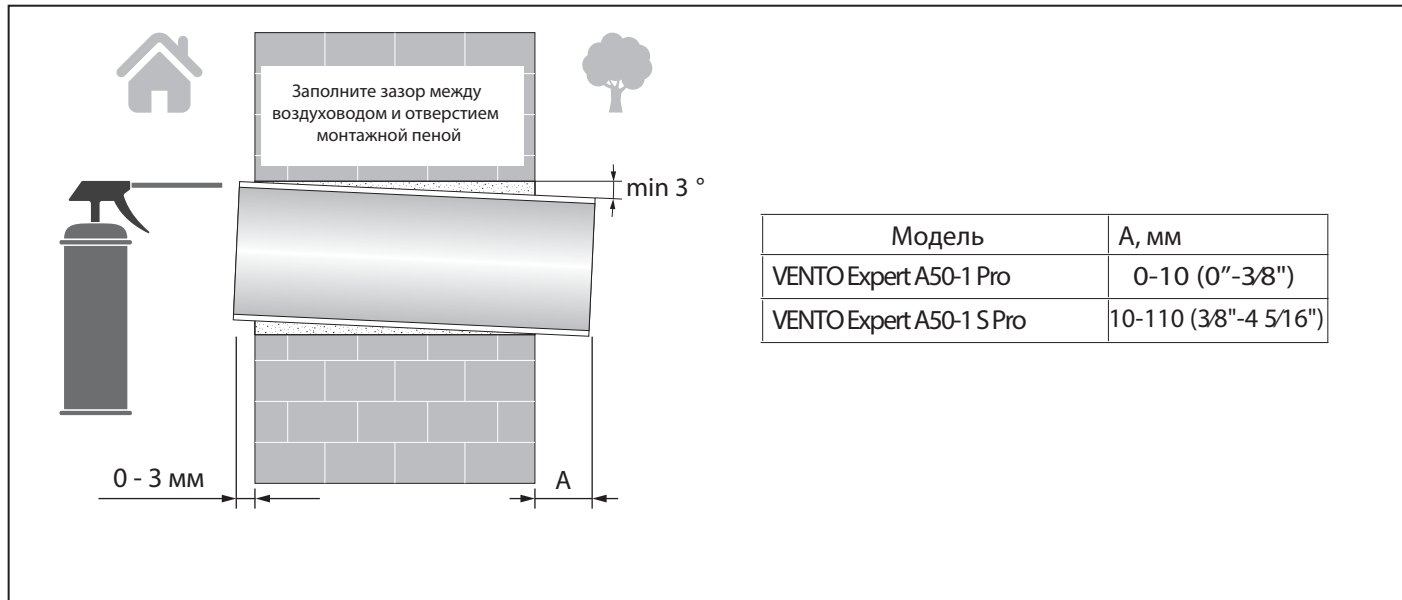

Рис. 6.
2. Установите воздуховод в стене. С наружной стороны стены воздуховод должен выступать на расстояние А, необходимое для установки наружного вентиляционного колпака (см. рис. 6). Установите воздуховод в стене таким образом, чтобы со стороны помещения он